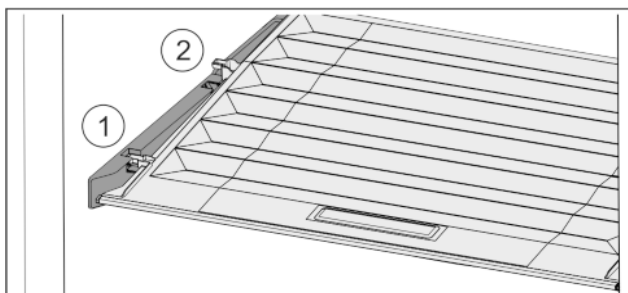

Fig. 32
- Vytáhněte víko dopředu až k otvoru v přídržných dílech Fig. 32 (1).
- Vzadu zespu nadzvedněte a vyjměte směrem nahoru Fig. 32 (2).